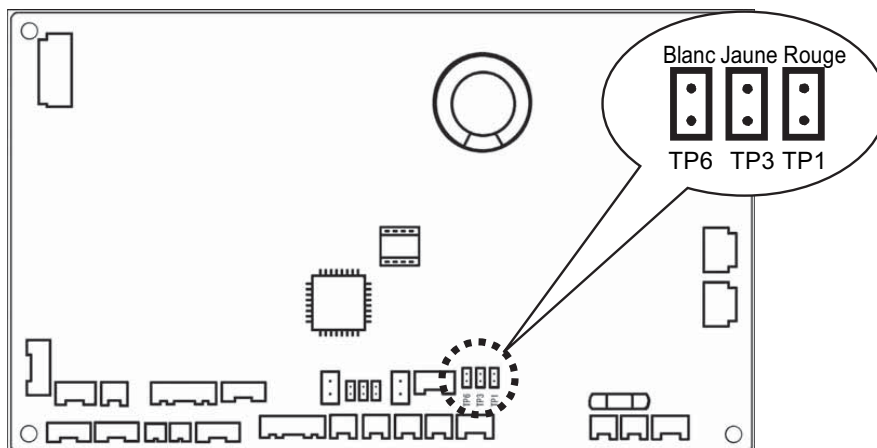

Fig. 5
- ① Ouvrez le couvercle du boîtier des composants électriques, puis vérifiez la carte électronique de contrôle de l'unité intérieure. (Fig. 5)
- ② Branchez le connecteur cavalier (2P : jaune) qui a été fourni avec les accessoires à la broche du connecteur correct sur la carte électronique de contrôle de l'unité intérieure en fonction du numéro de réglage qui a été confirmé dans le tableau 2 (Réglages du robinet du moteur de ventilateur CC).
- ① Ouvrez le couvercle du boîtier des composants électriques, puis vérifiez la carte électronique de contrôle de l'unité int. (Fig. 5)
- ② Branchez le connecteur cavalier (2P : jaune) qui a été fourni avec les accessoires à la broche du connecteur correct sur la carte électronique de contrôle de l'unité intérieure en fonction du numéro de réglage qui a été confirmé dans le tableau 3 (Réglages du robinet du moteur de ventilateur CC).